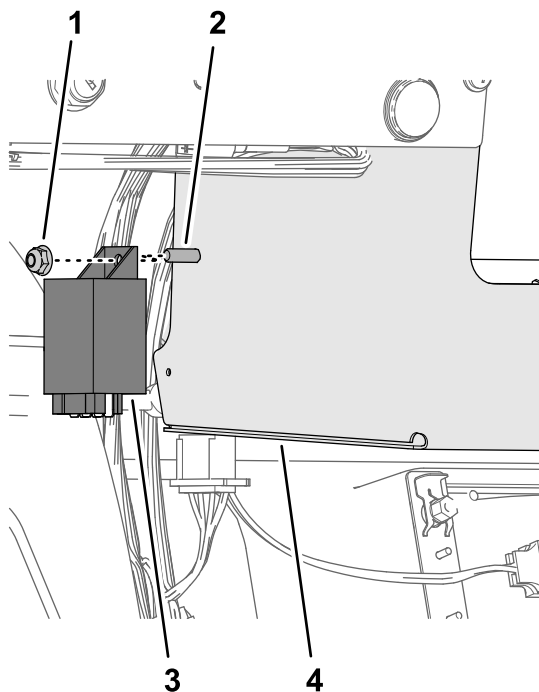

**Figure 20**
3. Depuis l'intérieur du bac de rangement, insérez un boulon à embase (1/4 x 3/4") dans le trou de la paroi intérieure du bac (Figure 20).